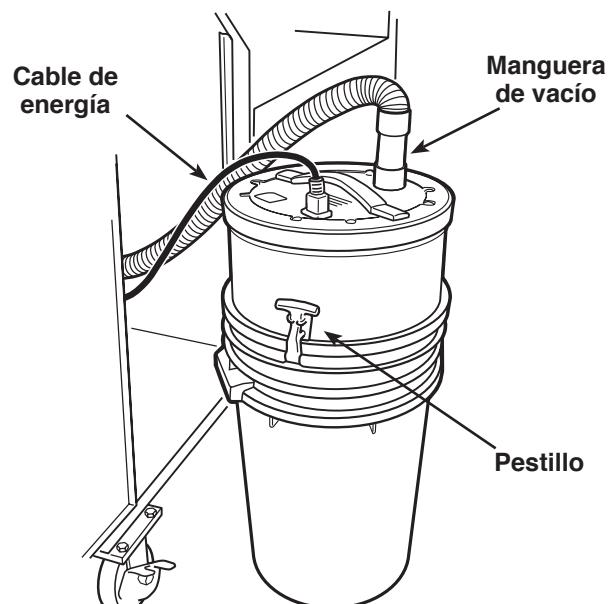

Figura 11
3. Sujete la manija del balde del filtro de vacío y saque la aspiradora del gabinete. Consulte la Figura 11.